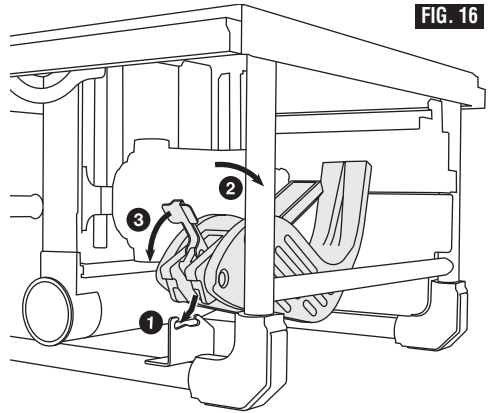

FIG. 16
1. Fije el ensamblaje del protector de barrera principal en la posición correcta de la misma manera en que lo acoplaría a la cuchilla separadora (Fig. 16).